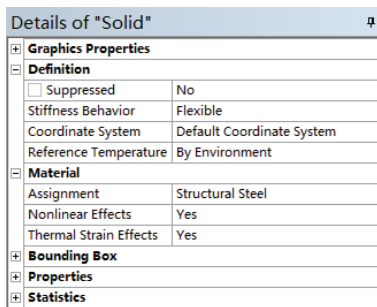

图 6-16 添加材料
2) 选择 Mechanical 界面左侧 Outline 树结构图中 Geometry 选项下的 Solid，此时即可在 Details of “Solid” 细节窗口中给模型添加材料，如图 6-16 所示。